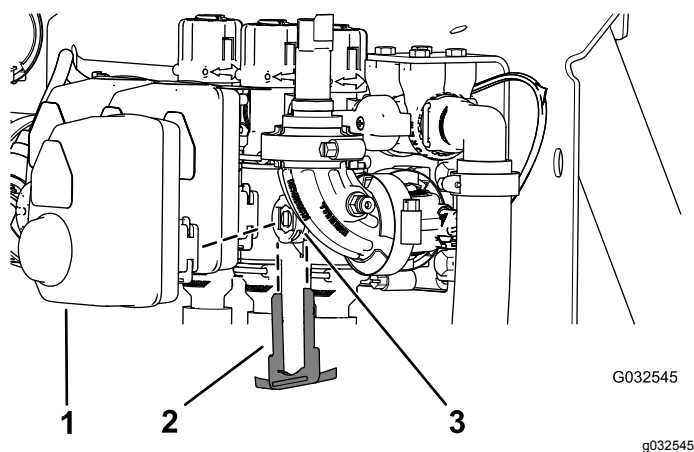

Figure 99
2. Retirez l'étrier qui fixe l'actionneur à la valve du collecteur pour la vanne de section ou la vanne d'agitation (Figure 99).